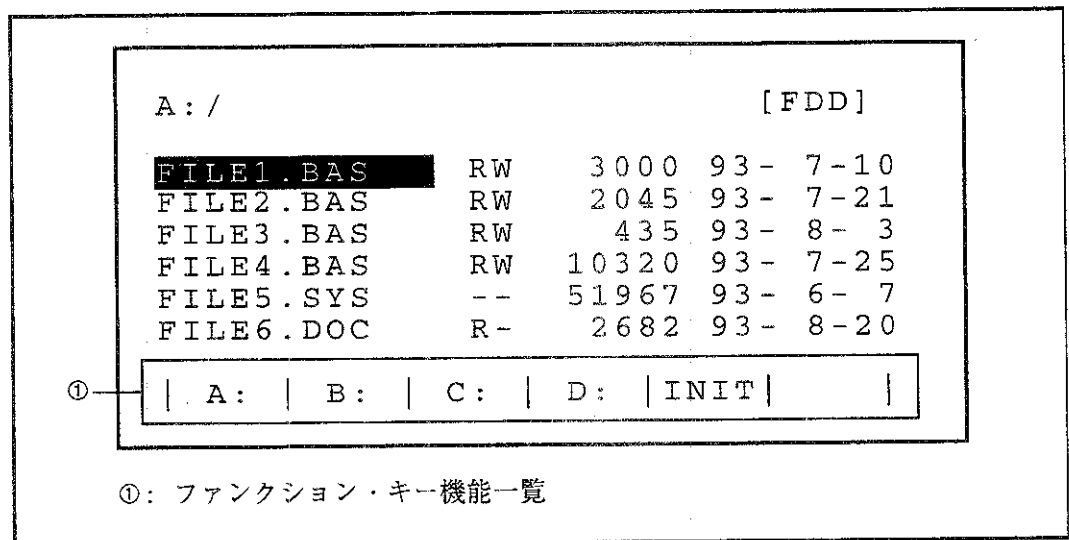

図 4-36 DRIV の表示画面
(8) DRIV(ドライブ操作) 画面
FILE モードで DRIV(K6) キーを押すと、図 4-36 のように画面表示されます。(詳しい操作については、4.1.3 項の (6) を参照して下さい。)